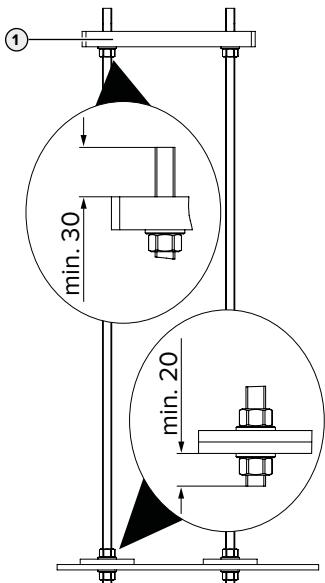

Abb. 3: Position der Unterlegscheiben und Muttern [mm]
- ▶ Die Flachstähle mit je einer Mutter und einer Unterlegscheibe unter Beachtung der Abb. 3 sichern. Darauf achten, dass das Fundament-Befestigungs-Set waagerecht ausgerichtet ist.
- ▶ Zugehörige Fundament- bzw. Adapterplatte (1) (als Zubehör erhältlich) unter Beachtung der Abb. 3 auf dem Fundament-Befestigungs-Set montieren.